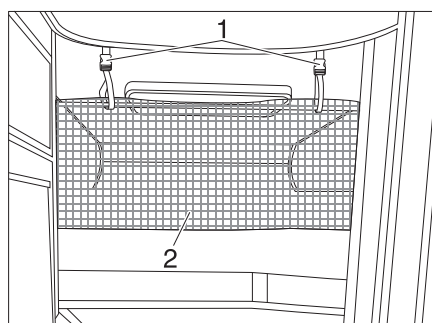

Fig. 164 Rete protettiva
La rete protettiva (Fig. 164,2) è stivata sui modelli di serie tra il materasso e il telaio portamaterasso. Fissare la rete protettiva soltanto dopo che la persona si è già stesa nel letto.
- Fare innestare i nastri di sostegno (Fig. 164, 1) nei supporti sul soffitto.